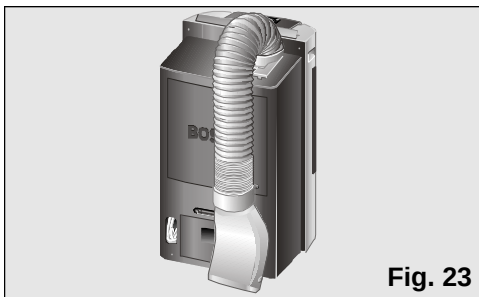

Fig. 23
- ❑ Para ello doblar el tubo hacia la parte trasera del equipo y sujetarlo por el enganche difusor, **Fig. 23 y 24**.